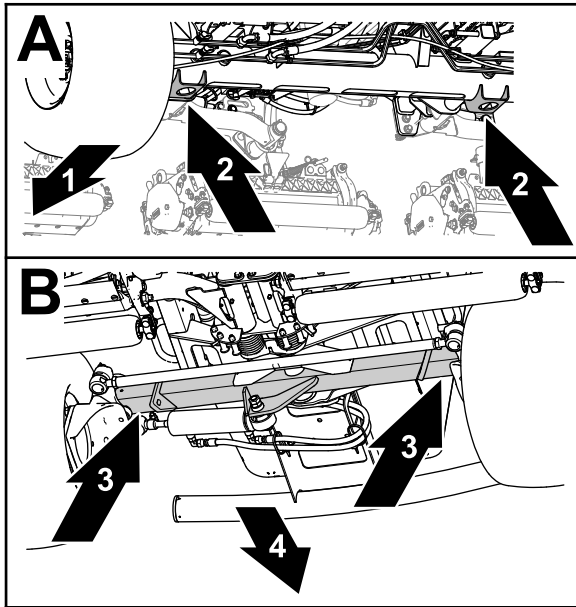

Figura 67
- Frente – os suportes do macaco do tubo do eixo dianteiro (Figura 67).